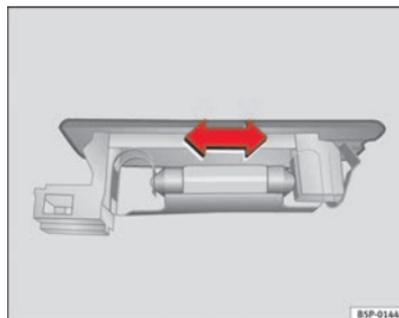

Fig. 150 Éclairage du coffre à bagages
- Appuyez sur l'ampoule latéralement et retirez-la du logement ⇒ fig. 150. ■